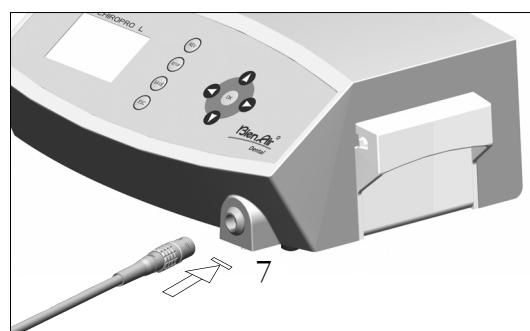

fig. 3
E. Conecte el cable micromotor a la salida del motor, orientando la toma y la clavija con la ranura de posicionado de la toma **fig. 3**.